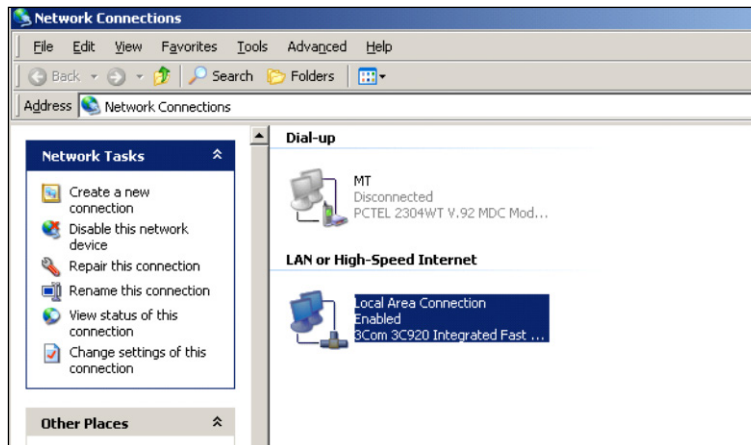

Figure B-5 : Écran Connexions réseau
- Vous voyez apparaître l'écran représenté sur la Figure B-5 :